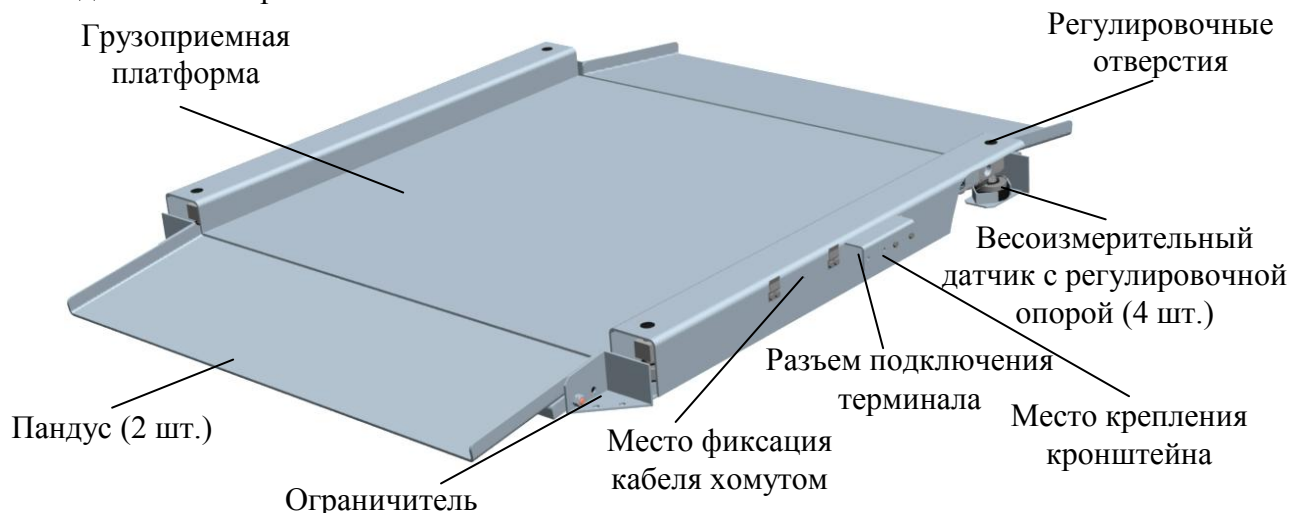

Рисунок 4.1 – Модуль взвешивающий 4D-LA
4.1.1 Модуль состоит из грузоприемной платформы, на которой установлены четыре цифровых весоизмерительных датчика, а также пандусов (см. рис. 4.1).